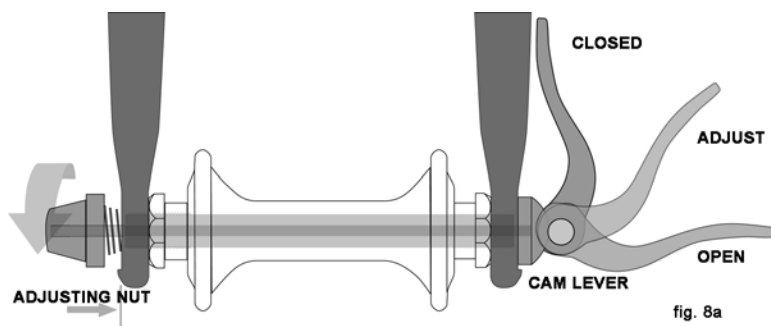
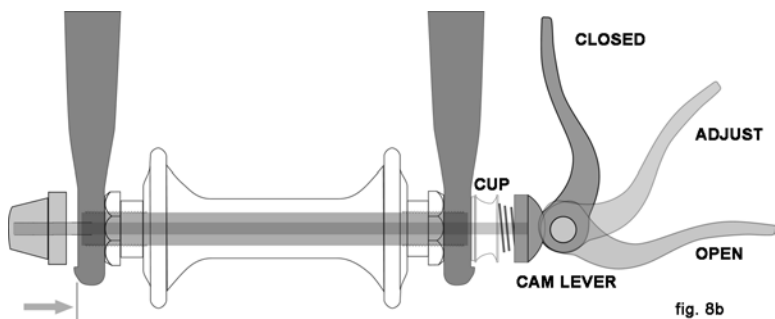

fig. 8a
fig. 8b
Ci sono attualmente due tipi di meccanismi di bloccaggio rapido: il tradizionale sgancio rapido con leva (fig. 8a) e un sistema con leva e stelo (fig. 8b). Entrambi sfruttano l'azione della leva per bloccare la ruota della bicicletta nel suo alloggiamento. La bicicletta può avere un sistema con leva e stelo nella ruota anteriore e un tradizionale sgancio rapido con leva nella ruota posteriore.
a. Regolare il meccanismo tradizionale a leva (fig. 8a)
b. Regolare il meccanismo con leva e stelo (fig. 8b)
(2) Se la bicicletta presenta un sistema di bloccaggio rapido della ruota anteriore, spostare la leva dalla posizione di blocco o CHIUSO alla posizione APERTO (fig. 8a e b). Se la bicicletta presenta un sistema di bloccaggio della ruota anteriore del tipo perno e bullone o a bullone, allentare di qualche giro la/e vite/i in senso antiorario utilizzando la chiave appropriata o tramite la leva integrata.
(3) Se la forcella anteriore presenta un meccanismo secondario di bloccaggio di tipo clip-on, disinnestarlo. Se la forcella anteriore presenta un meccanismo secondario di bloccaggio integrato e un meccanismo tradizionale a leva (fig. 8a), allentare il dado per regolare la tensione per consentire la rimozione della ruota dai forcellini. Se la ruota anteriore utilizza un meccanismo con leva e stelo (fig. 8b), premere contemporaneamente lo stelo e la leva durante la rimozione della ruota. Con il meccanismo a leva e stelo, non è necessaria la rotazione di nessuna parte.
(1) Se la bicicletta presenta un sistema di bloccaggio rapido della ruota anteriore, spostare la leva allontanandola dalla ruota (fig. 8b). Questa è la posizione APERTO. Se la bicicletta presenta un sistema di bloccaggio della ruota anteriore del tipo perno e bullone o a bullone, passare al punto successivo.
(2) Con la forcella del manubrio in posizione frontale, inserire la ruota in mezzo ai bracci della forcella in maniera tale che l'asse sia collocata solidamente all'interno dei forcellini. La leva, se presente, deve trovarsi sul lato sinistro della bicicletta (fig. 8a e b). Se la bicicletta presenta un meccanismo secondario di bloccaggio di tipo clip-on, innestarlo.
(3) Se è presente un meccanismo tradizionale a leva: tenendo la leva nella posizione REGOLAZIONE con la mano destra, stringere contro il forcellino il dado per regolare la tensione con la mano sinistra senza utilizzare attrezzi (fig. 8a). Se è presente un sistema con leva e stelo: il dado e lo stelo (fig. 8b) avranno effettuato lo scatto all'interno dei forcellini della forcella e non richiederanno ulteriori regolazioni.
(4) Mentre si procede a premere con decisione la ruota verso la parte superiore delle fessure dei forcellini e, allo stesso tempo, a centrare il cerchio della ruota nella forcella:
(a) Con un sistema a sgancio rapido, muovere la leva verso l'alto e fissarla nella posizione CHIUSO (fig. 8a e b). La leva dovrebbe in questo momento trovarsi in posizione parallela ai bracci della forcella e curvata verso la ruota. Per
(3) Su un cambio con deragliatore, tirare il corpo del deragliatore con la mano destra.
(4) Con un meccanismo a sgancio rapido, spostare la leva in posizione APERTO (fig. 8b). Con un sistema di bloccaggio del tipo perno e bullone o a bullone, allentare le viti utilizzando la chiave appropriata o tramite la leva integrata; quindi premere in avanti la ruota abbastanza da riuscire a rimuovere la catena dal pignone posteriore.
(5) Sollevare la ruota posteriore di qualche centimetro e staccarla dai forcellini posteriori.
Alcune biciclette sono equipaggiate con un meccanismo di chiusura a sgancio rapido del reggisella. Il meccanismo di chiusura a sgancio rapido del reggisella funziona esattamente come il sistema a sgancio rapido delle ruote (Sezione 4.A.2). Un meccanismo a sgancio rapido appare come un lungo bullone con una leva su un lato e un dado dall'altro e utilizza un sistema a sgancio per ancorare il reggisella (vedere fig. 8a).